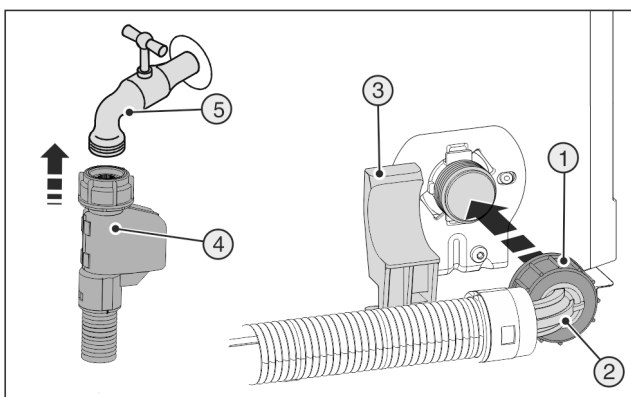

Fig. 22
- ▶ Collegare l'estremità destra del tubo flessibile Fig. 22 (4) al rubinetto d'intercettazione Fig. 22 (5).